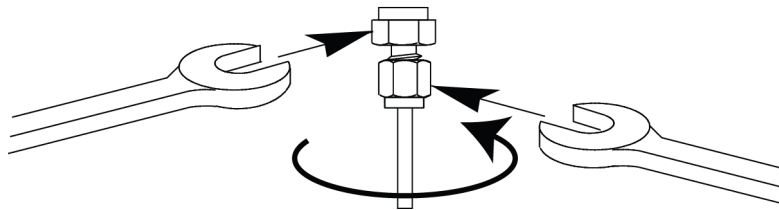

Figura 21. Apriete final
7. Para conexiones Swagelok de 1/8 pulgadas, utilice un par de llaves para apretar la conexión 3/4 de vuelta. Consulte la Figura 21.